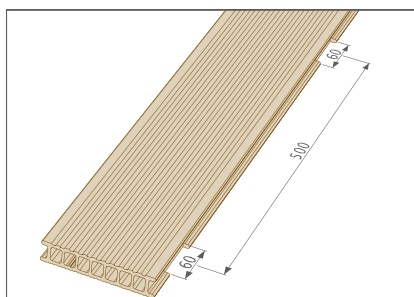

Abb. 3
2. Verschieben Sie die Diele um 60 mm in Richtung der angrenzenden Dielen. Markieren Sie die Lage des Hakens des P 9528 Clips. Die Markierung sollte sich auf einer Seite der Terrassendiele auf der unteren Feder befinden. Entfernen Sie die Terrassendiele und schneiden Sie die Feder der neuen Diele dort ab, wo Sie die Markierung gesetzt haben, so dass die neue Terrassendiele über den Haken des P 9528 Clips gleiten kann. (Abb. 3 - 4)